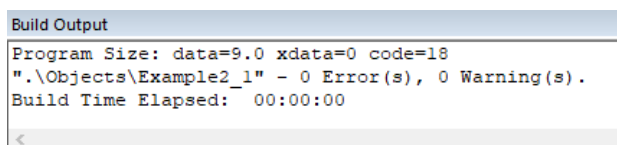
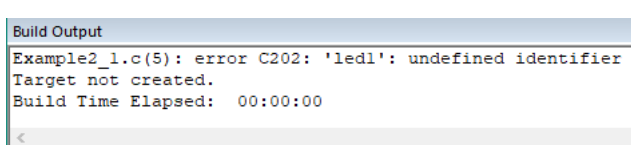

图 2-19 编译成功界面
图 2-20 编译错误界面
(8) 接下来我们编译此工程，来检验编写的程序是否有错误。先保存文件再单击“全部编译”的快捷图标, 或者鼠标单击 Project→built target。建议大家每次编译前都先保存一下文件，避免编译导致电脑死机重启，程序消失。若编译的结果没有错误，则会出现如图 2-19 所示界面；若编译有错误，会出现如图 2-20 所示错误；若编译结果是没有错误，但是有警告，说明程序执行是没有错误的，但是有些程序没有用上或者其他原因。